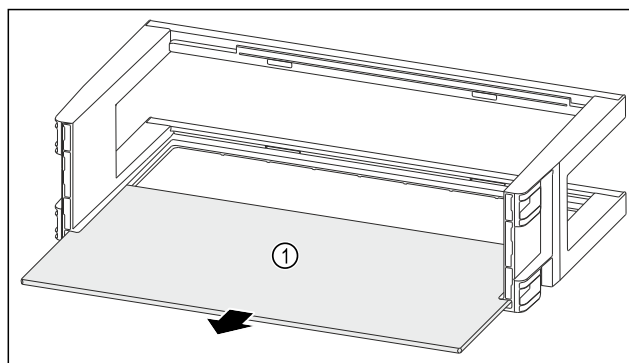

Fig. 107
- Draagplateau Fig. 107 (1) verwijderen.